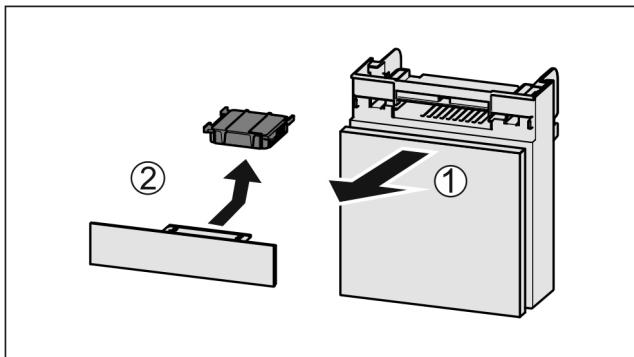

Fig. 38
- Вытяните Fig. 38 (1) отделение движением вперед.
- Извлечение Fig. 38 (2) фильтра с активированным углем.